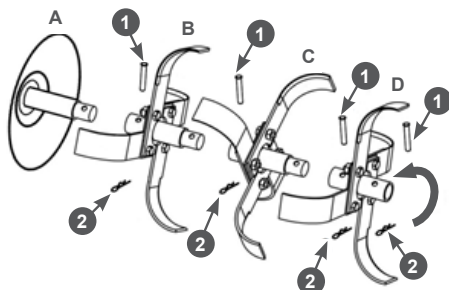

Рис. 3 Установка фрез
2. Установите фрезы на выходной вал редуктора, закрепите их пальцами 1 и шплинтами 2 (Рис. 3).
Для примера на Рис. 3 показана установка правых фрез.